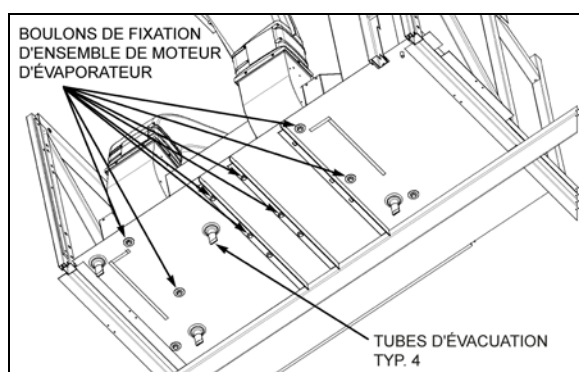

FIGURE 36 : BOULONS DU MOTEUR DE L'ÉVAPORATEUR 22315
7. Depuis le dessous du véhicule, dévisser les huit boulons qui fixent la base du double ventilateur refoulant. Enlever la totalité du double ventilateur du compartiment de l'évaporateur (Figure 36).